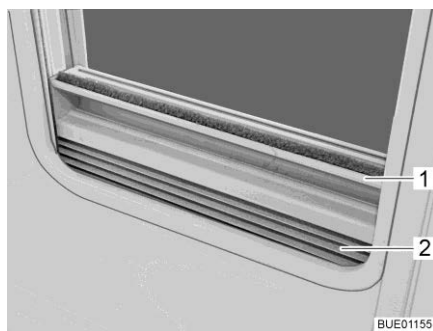

Fig. 65 Tendina oscurante pieghevole
- Chiusura:** ■ Afferrare la tendina oscurante pieghevole (Fig. 65,2) per la parte centrale della barra di presa (Fig. 65,1), tirarla dal basso verso l'alto e rilasciarla nella posizione desiderata. La tendina oscurante pieghevole rimane in questa posizione.